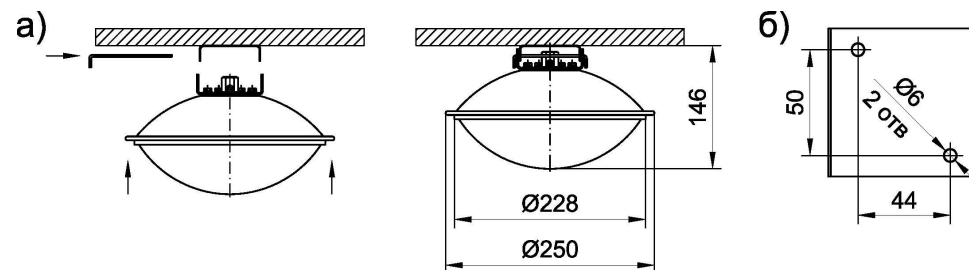

Рисунок 2. Крепление модуля:
- 6.2 Закрепить крепежную планку на верхней части (потолке) защищаемого объекта (см. рис. 2). С помощью крепежных элементов, входящих в комплектацию модуля подвесить и закрепить модуль. Свободные концы крепежных штифтов загнуть на угол не менее 80°.